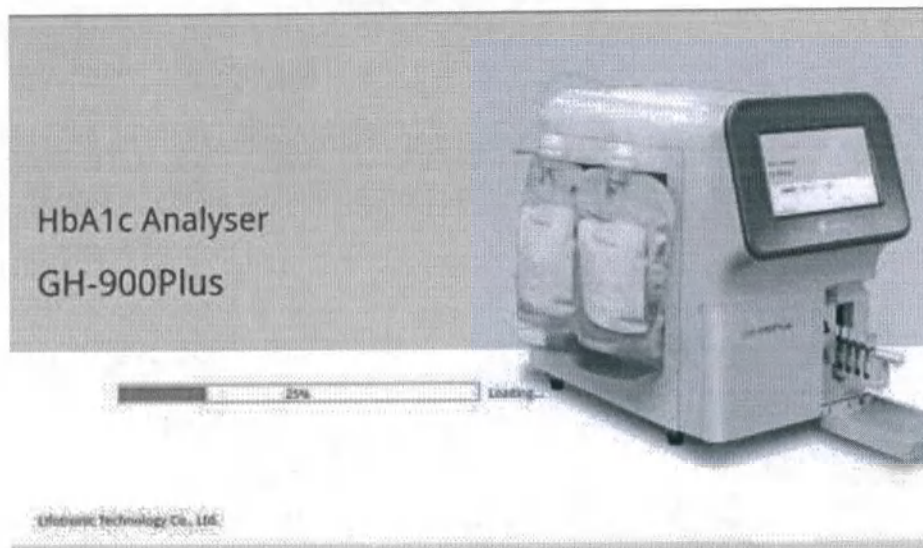

Рис. 5.3.1 Сразу после включения основного питания
1. Включите основное питание, и появятся сообщения на **рис. 5.3.1.**